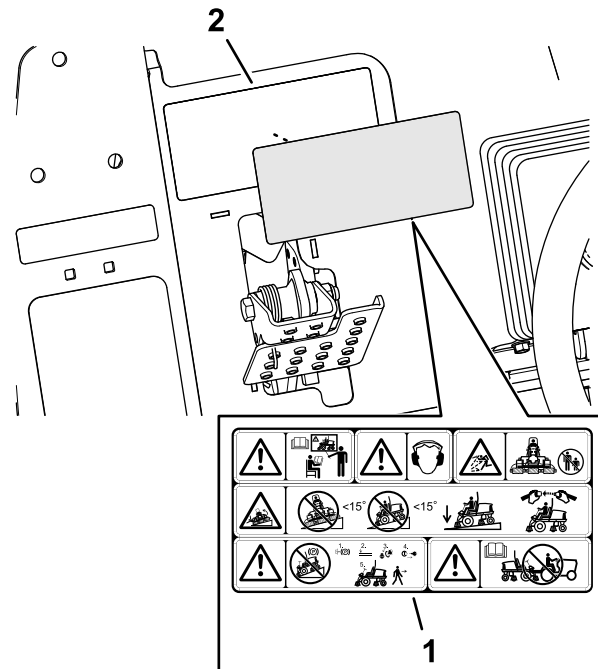

Figura 40
1. Utilice alcohol y un trapo limpio para limpiar la superficie de la pegatina de advertencia 133-2930, y deje que la pegatina se seque (Figura 40).